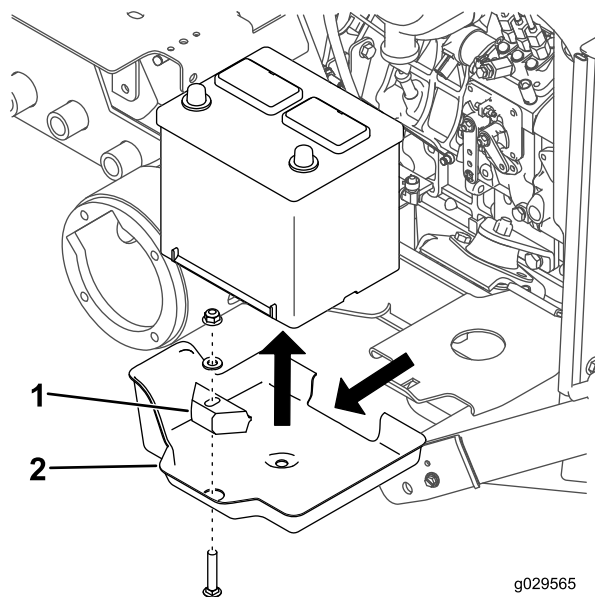

Figura 8
3. Retire o parafuso de carroçaria, anilha, fixador da bateria e porca que prendem a bateria (Figura 8).
4. Retire a bateria do tabuleiro (Figura 8).
5. Retire o tabuleiro da bateria da plataforma da bateria (Figura 8).